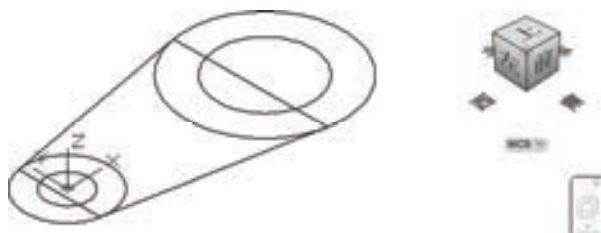

图 10-18 使用西南等轴测
5) 使用西南等轴测。在“视图”菜单中选择“三维视图”→“西南等轴测”命令。此时图形如图 10-18 所示。